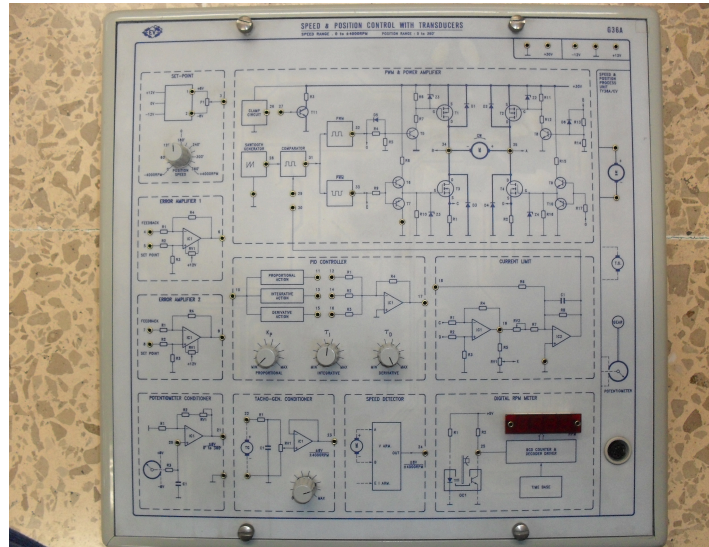

Figura 113: Módulo de Posición-Velocidad
- Módulo de Posición-Velocidad *G36/EV*, ver figura 113.